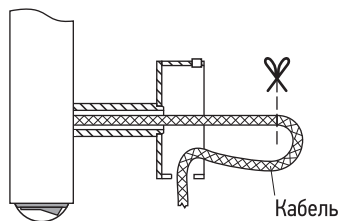

Рис. 9
3.8. Для подключения через скрытую проводку необходимо обрезать провод, отступив от коробки скрытого подключения примерно 50 мм, и вытащить его внутрь (рис. 9).